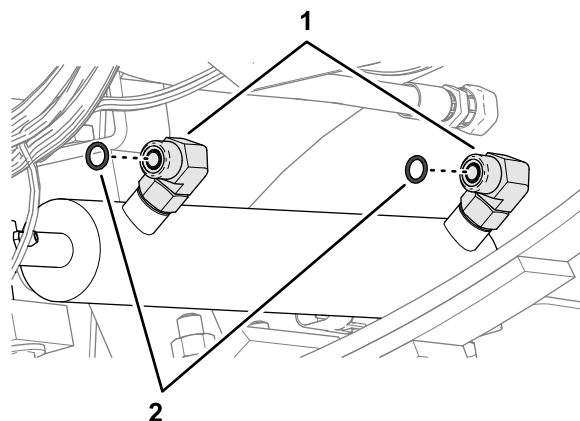

図 120
3. ステアリングシリンダーの拡張ポートと後退ポートのエルボ継手面にある2つのOリングを取り外します。 (図 120)。
4. 2個の新しいOリング 9.2/1.8 mm をエルボ継手の溝に取り付けます (図 120)。